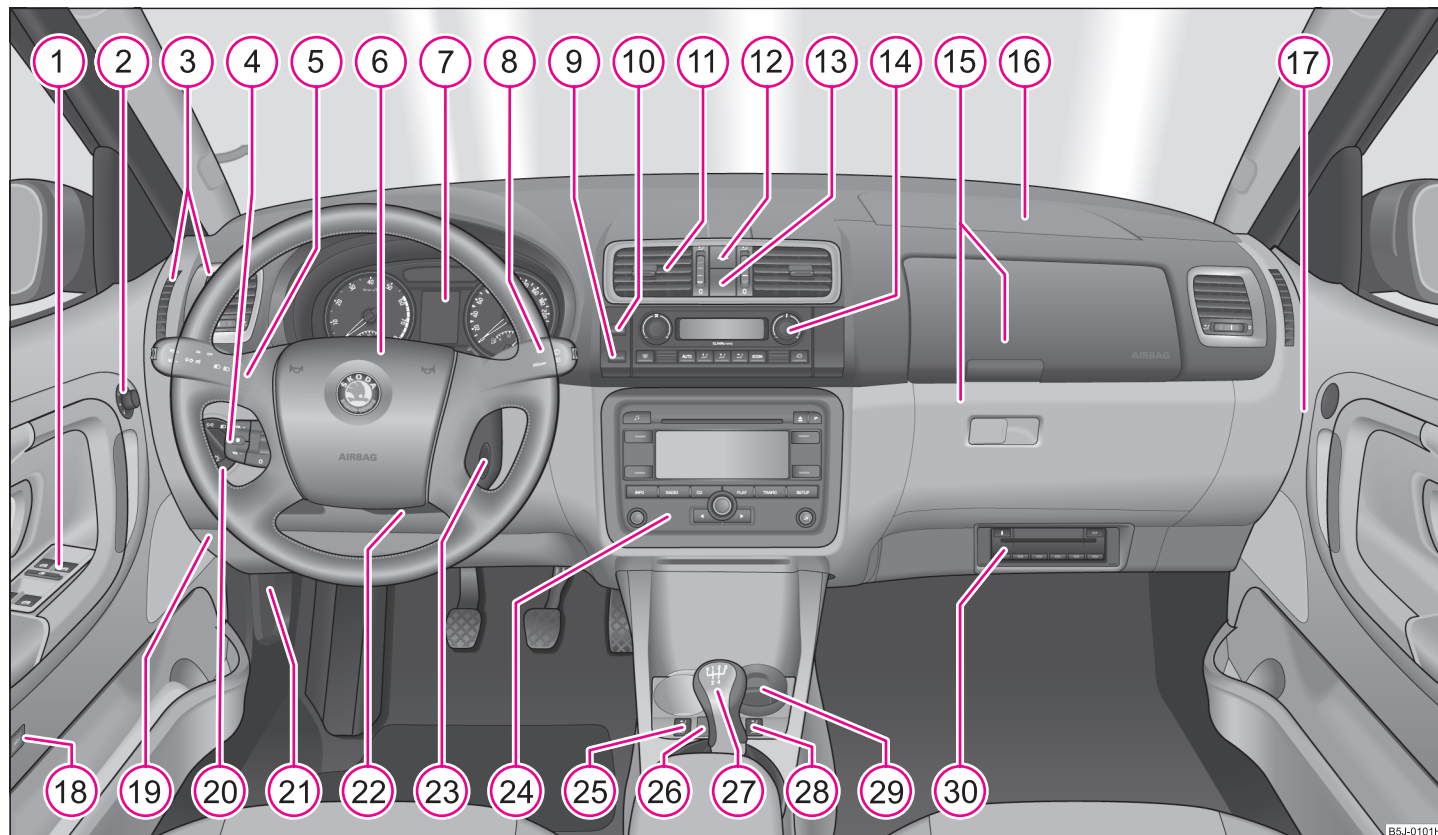

Fig. 1 Quelques-uns des équipements ci-dessus ne sont montés que sur certaines versions ou sont des options.
- La disposition des commandes diffère partiellement de celle indiquée dans ⇒ page 7, fig. 1 sur les véhicules avec direction à droite. Les symboles des commandes sont toutefois identiques. ■